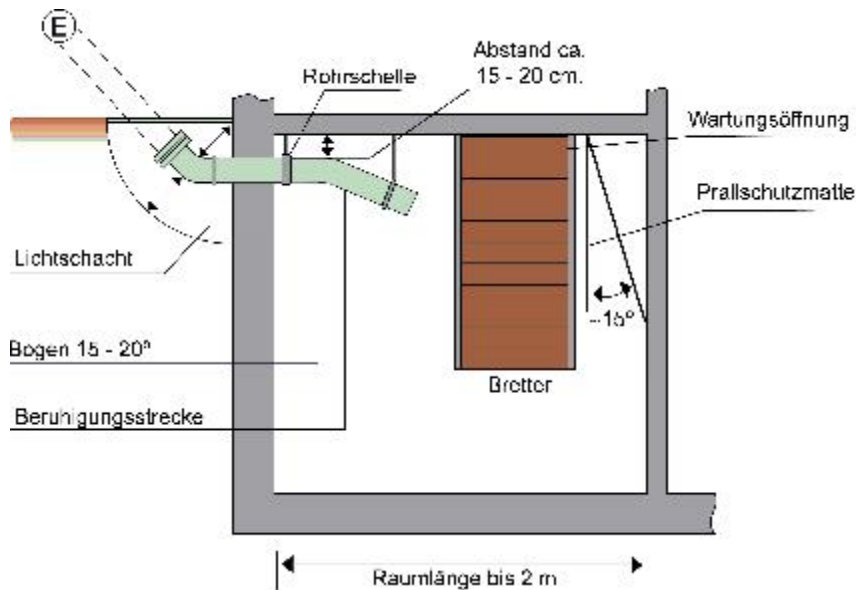

Abbildung 13: Gestaltung eines Pelletlagerraums mit einer Länge von bis zu 2 Metern
In kleinen Lagerräumen mit einer Raumlänge von weniger als 2 Metern ist das Risiko von gebrochenen Pellets aufgrund des Aufpralls besonders gross. Indem die Befülleitung und die Prallschutzmatte speziell auf diesen Fall ausgerichtet werden (siehe Abbildung 13), kann eine zu starke mechanische Belastung der Pellets vermieden werden.
- Die Öffnung der Befülleitung sollte in einem weiten Rohrbogen mit ca. 15 bis 20 Grad Bogenwinkel und einer geraden Strecke (Beruhigungsstrecke) von mindestens 30 cm enden, um den eintretenden Pelletstrahl leicht nach unten zu lenken (siehe Abbildung 13). Statt des Rohrbogens mit Beruhigungsstrecke kann auch ein Stück Einblasschlauch verwendet werden, der durch die Rohrschelle fixiert und leicht nach unten gebogen wird. In diesem Fall muss die innere Stahlspirale des Schlauchs eine feste Verbindung mit dem Metallrohr haben, damit die gesamte Befülleitung geerdet ist.